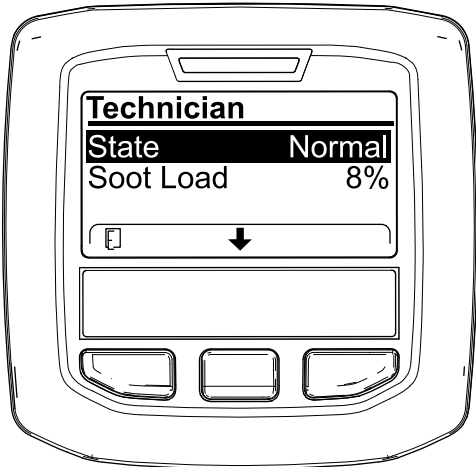

Bild 39
- Lesen Sie in der Tabelle für den Dieselpartikelfilter-Betrieb den aktuellen Zustand des Dieselpartikelfilter-Betriebs nach (Bild 39).